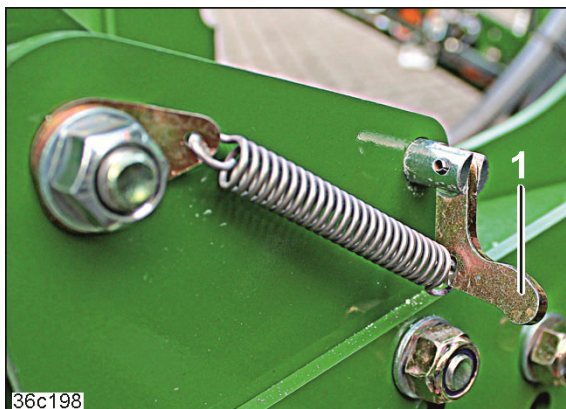

Fig. 202
3. Drej grebet (Fig. 202/1) ned.